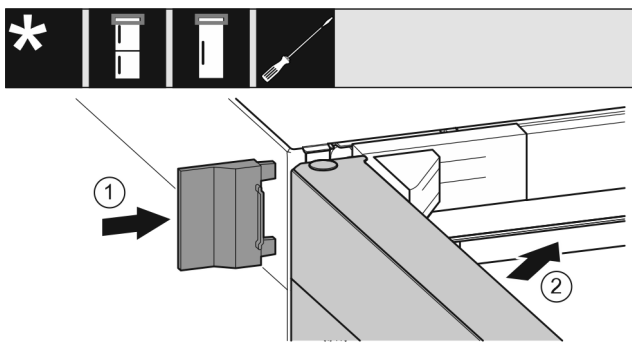

Fig. 21
- ▶ Uzbīdīdēt ārējo pārsegu. Fig. 21 (1)
- ▶ Aizveriet augšējās durvis. Fig. 21 (2)